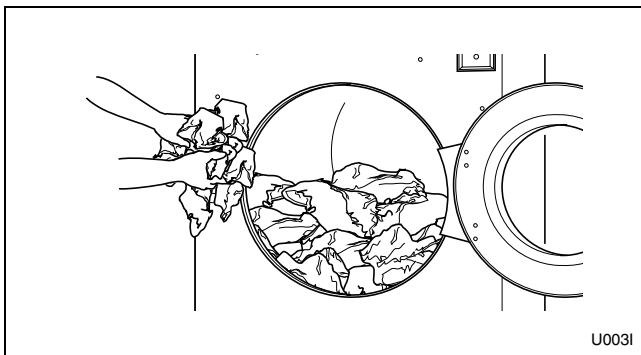

Figure 32
3. Charger à pleine capacité autant que possible. NE PAS SURCHARGER. Se reporter à la Figure 32.